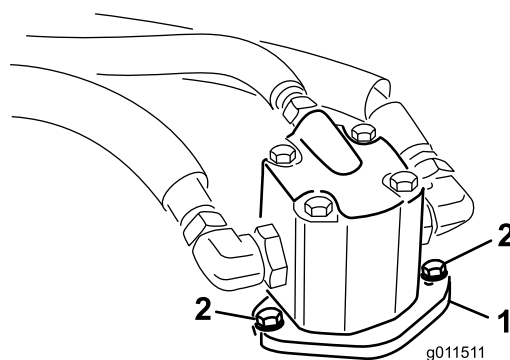

Figure 71
4. Enlevez les boulons qui fixent le moteur hydraulique au plateau de coupe (Figure 71). Soulevez le moteur et placez-le sur le dessus du plateau de coupe.